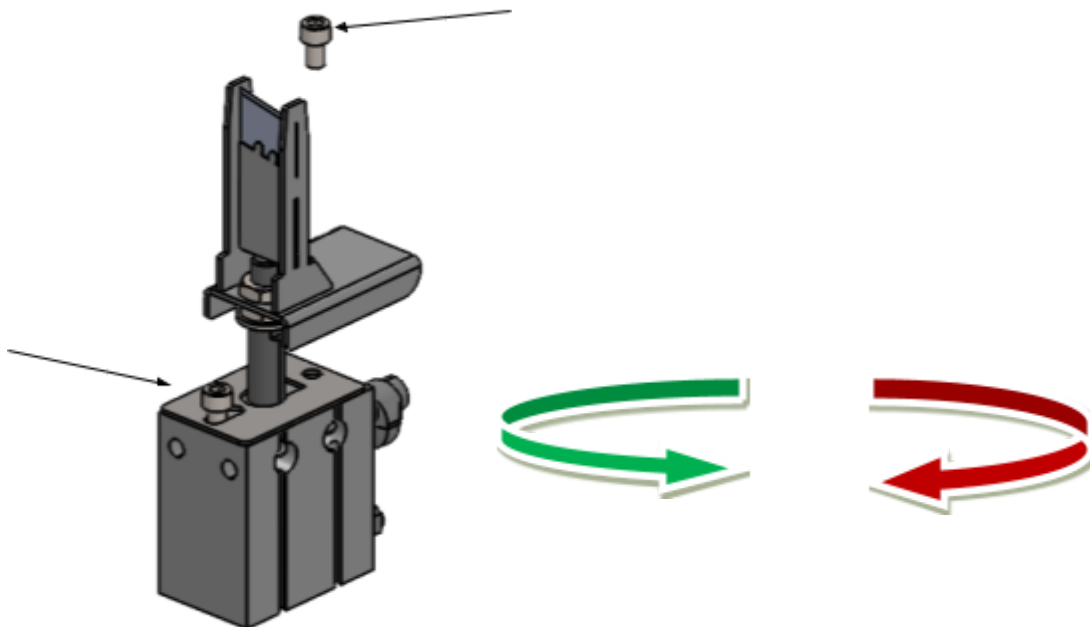

Abbildung 11
Schritt 3: Ziehen Sie den Zylinder vollständig heraus. Entfernen Sie die hintere Inbusschraube vollständig aus dem Zylinder und lösen Sie nur die vordere Schraube (siehe Abbildung 11).
Schritt 7: Schieben Sie die Schlüsselplatte zurück, ziehen Sie die Kolbenstange wieder heraus und ziehen Sie die Inbusschrauben wieder fest (Abb. 11).